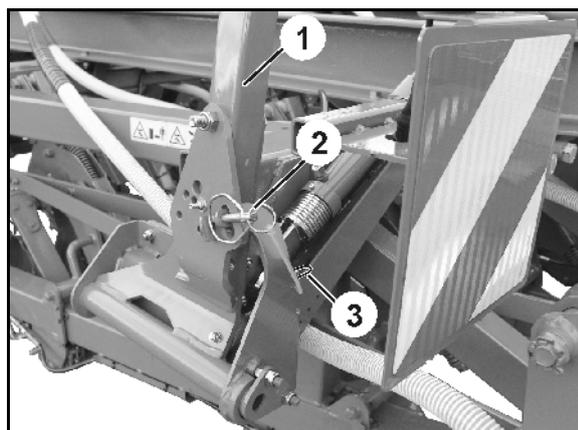

Fig. 64
Vor dem Befahren nichtöffentlicher und öffentlicher Straßen und Wege sind die Spuranreißer (Fig. 64/1) mit Klappsteckern (Fig. 64/2) gegen unbeabsichtigtes Absenken der Spuranreißer zu sichern.
1. Spuranreißer-Ausleger (Fig. 64/1) festhalten und Klappstecker (Fig. 64/2) entfernen.
2. Klappstecker bei Nichtgebrauch an Bügel (Fig. 64/3) abstecken.